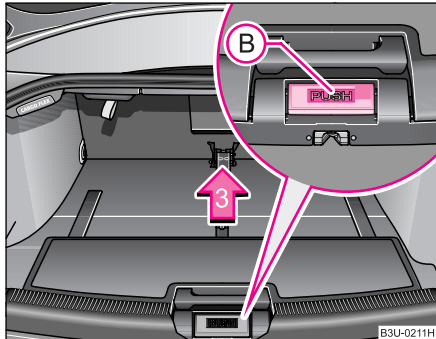

Fig. 77 Asigurarea cutiei
- Apăsați tasta „PUSH” **(B)** ♥ fig. 77 și deplasați cutia în poziție centrală.